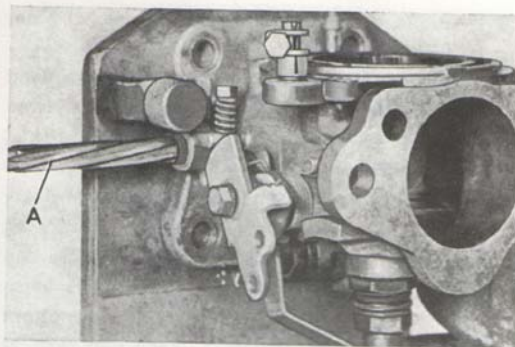

Bild 110. Brotschning av bussning
5. Vrid stativets tapp ytterligare 90° och brotscha de indrivna bussningarna med brotsch SVO 2401, bild 110.